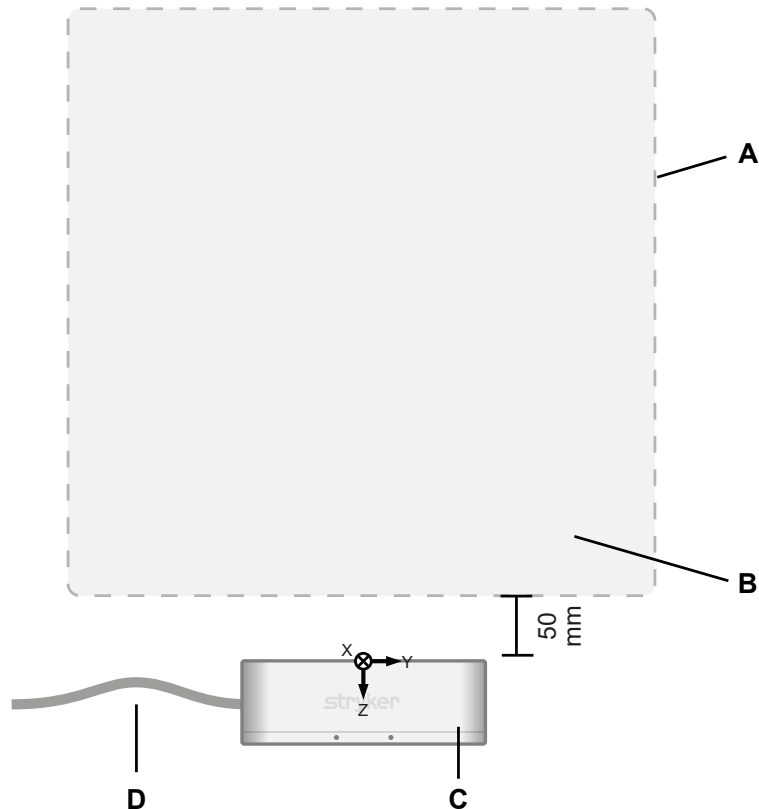

Figure 2 – Positionnement du générateur de champ (vue de dessus)
5. Positionner le bras de montage pour générateur de champ de sorte que la distance entre le générateur de champ et la zone d'opération du patient soit de 50 mm. Voir figure 2.